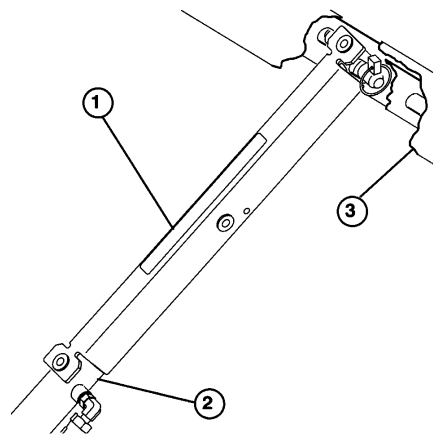

Figure 24
3. Pousser la béquille sur la tige de vérin en s'assurant que les languettes d'extrémité de la béquille sont appuyées contre le corps du vérin et l'extrémité de la tige (Fig. 24).